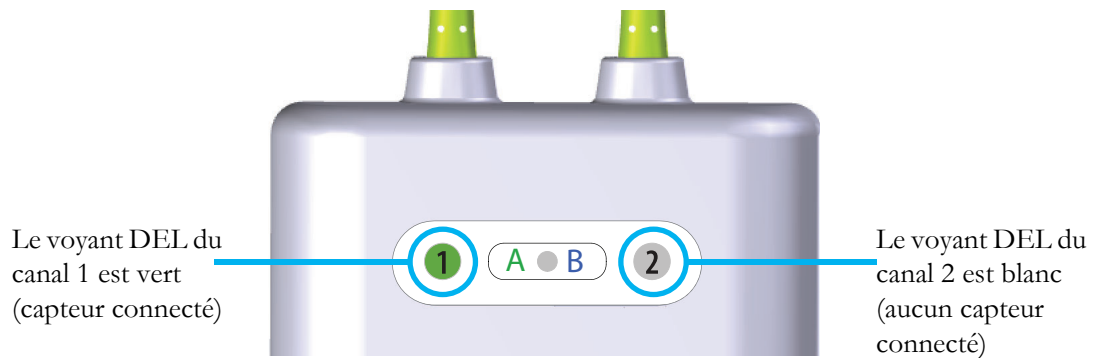

Figure 12-14 Connexion d'un capteur au câble du préamplificateur
- 6 Vérifier que le voyant DEL d'état du canal figurant sur le module ForeSight Elite passe du blanc au vert lorsque le capteur est bien connecté. Voir figure 12-14.